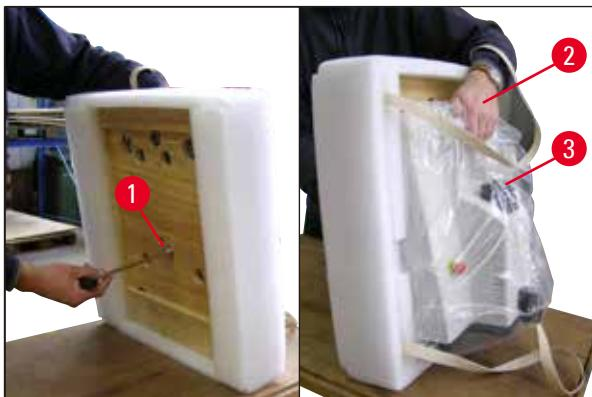

图 5
- 倾斜仪器和底板 (→ 图 5) - 一只手抓住缓冲盘的凹槽 (→ 图 5-2) 来握住仪器！切勿通过切割头 (→ 图 5-3) 来提起或握住仪器！使用所提供的 8 号内六角扳手松开螺丝 (→ 图 5-1)，取下底板。